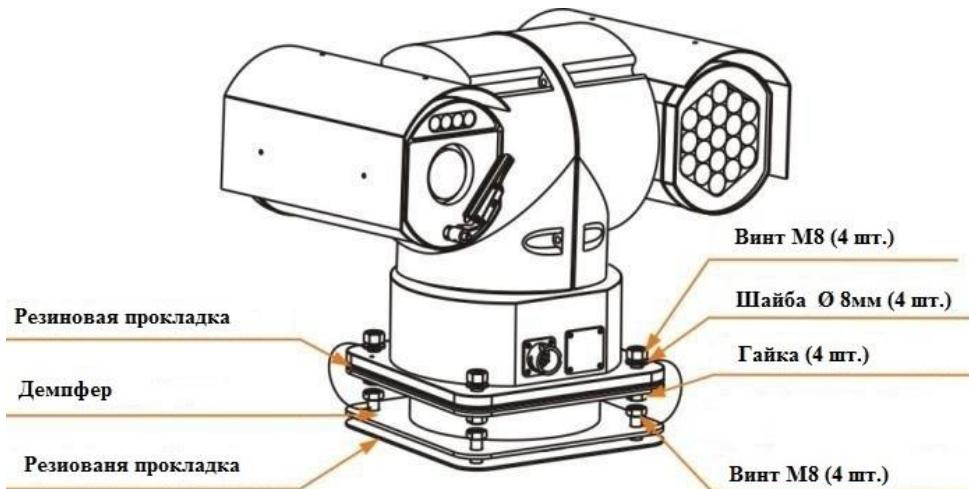

Рис. 4.2.1- Пример установки на демпфере (модификация ТКПТЗ-700ИР)
- 5) Закрепите камеру на настенном креплении или демпфере прилагаемым комплектом винтов. Пример установки на демпфере указан на рис. 4.2.1